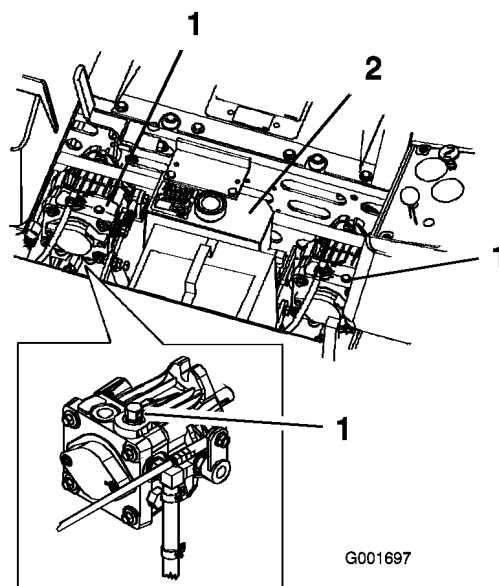

Bild 28
2. Drehen Sie die Bypassventile um eine Umdrehung entgegen dem Uhrzeigersinn, um die Maschine zu schieben. So kann Hydrauliköl an der Pumpe vorbei direkt zu den Rädern fließen, die sich daraufhin drehen können (Bild 28).
Drehen Sie zum Einsatz der Maschine die Sicherheitsventile eine ganze Umdrehung nach rechts (Bild 28).